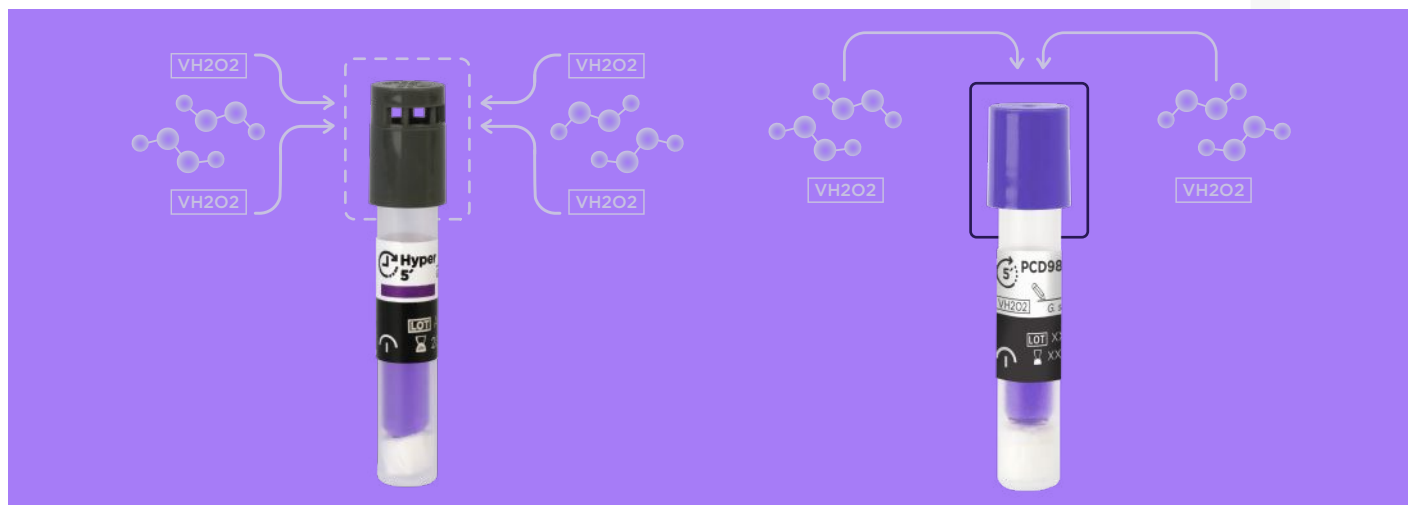

Figura 1. Comparación entre el diseño de tapa del PCD98 y el BT98
- La tapa actúa como una barrera de difusión controlada: el  $VH_2O_2$  debe penetrar a través de esta barrera para alcanzar el portador de esporas en el fondo del tubo (Figura 1).